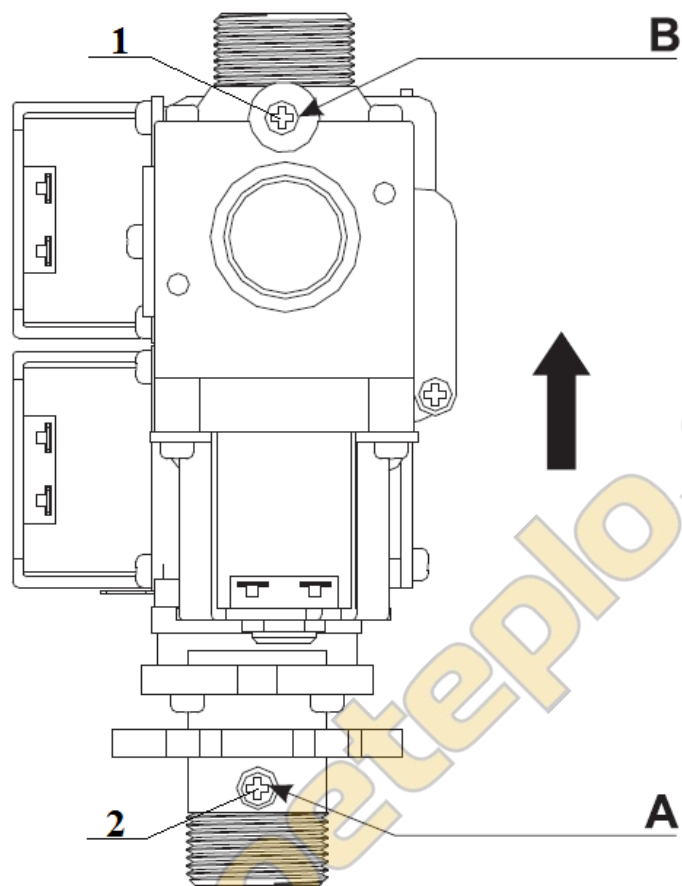

Рис. 19. Газовый клапан
- Отвинтите винт **1** и подключите газовый манометр к штуцеру замера давления газа «В» на выходе из газового клапана (см. рис. 19);